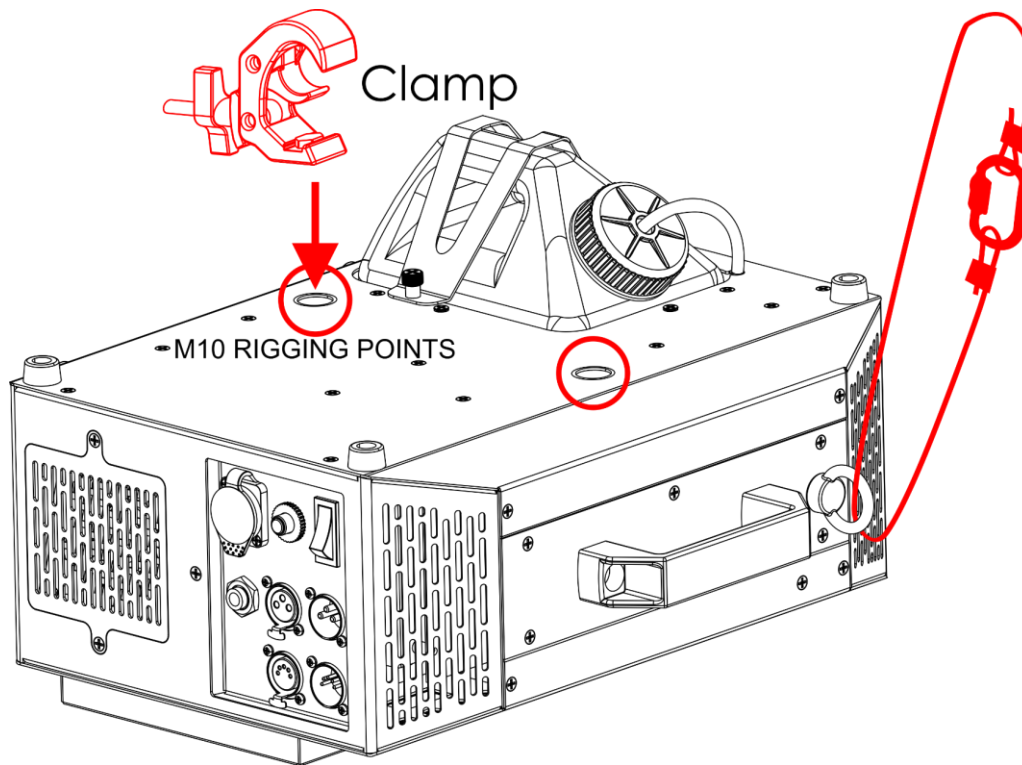

Fig. 05
- 01) Utilice una abrazadera para montar el dispositivo en la estructura de soporte como se muestra en la Fig. 05. Asegúrese de que el dispositivo no puede moverse libremente.
- 02) Asegure el dispositivo con una suspensión secundaria; por ejemplo, con un cable de seguridad. Compruebe que la suspensión secundaria puede soportar 10 veces el peso del dispositivo. Si es posible, la suspensión secundaria debe fijarse a una estructura de soporte independiente de la suspensión primaria. Pase el cable de seguridad por la **argolla de seguridad (05)**, tal y como se muestra en la Fig. 05.